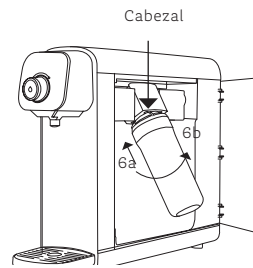

Figura 39.
6. Inserta el Cartucho en el cabezal correspondiente dentro del Purificador (ver Figura 39).